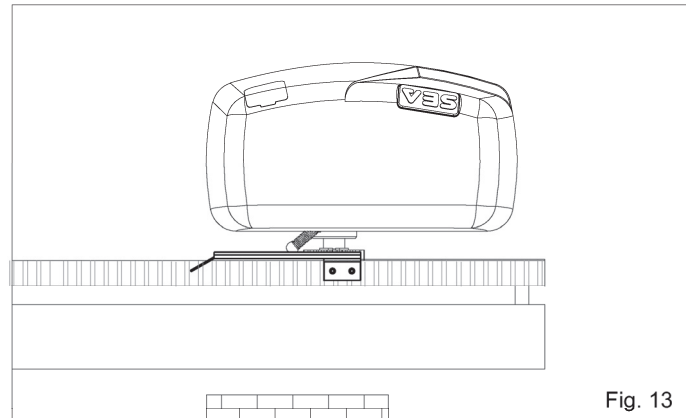

Fig. 13
- 将限位开关撞块放在齿条上，压到限位开关的位置上（图13）。